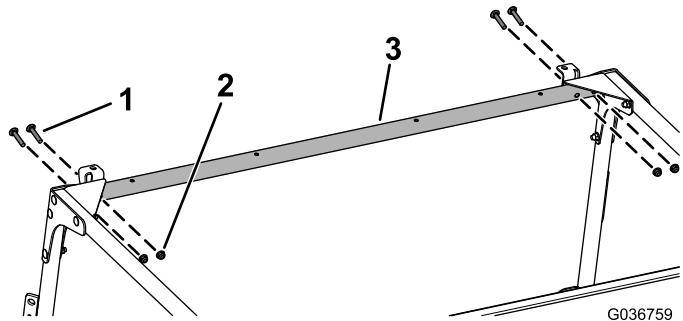

Рисунок 11
10. Установите, не затягивая, переднюю поперечину на передние пластины и угловые вставки, используя 4 картетных болта (5/16 x 1-3/4 дюйма) и 4 фланцевые гайки (5/16 дюйма), как показано на Рисунок 11.